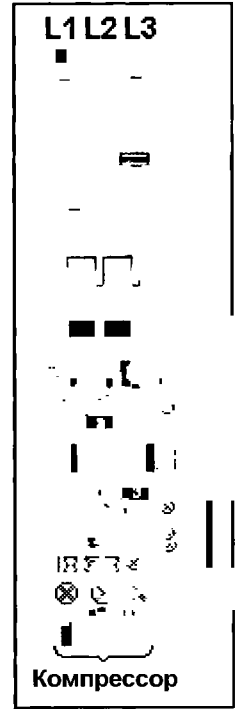

Рис. 101.15.
- ▶ Если вместо выключателя компрессор оборудован рубильником с плавкими предохранителями (см. рис. 101.15), можно снять предохранители, потом замкнуть рубильник. Срабатывание реле должно произойти также, как и в предыдущих случаях.